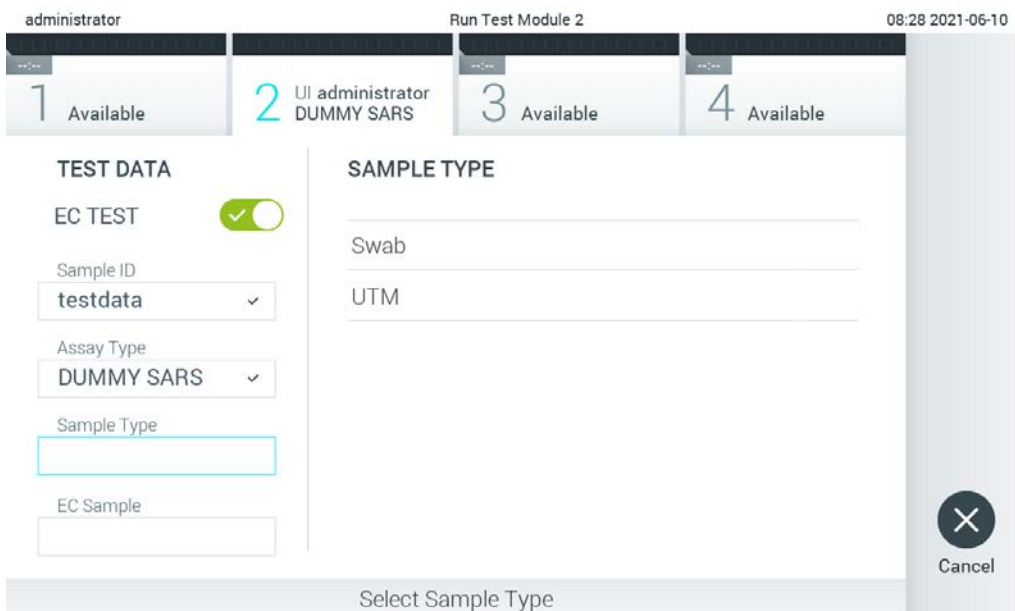

Figura 90. Escolher um tipo de amostra.
5. Se necessário, selecione o tipo de amostra adequado a partir da lista (Figura 90).